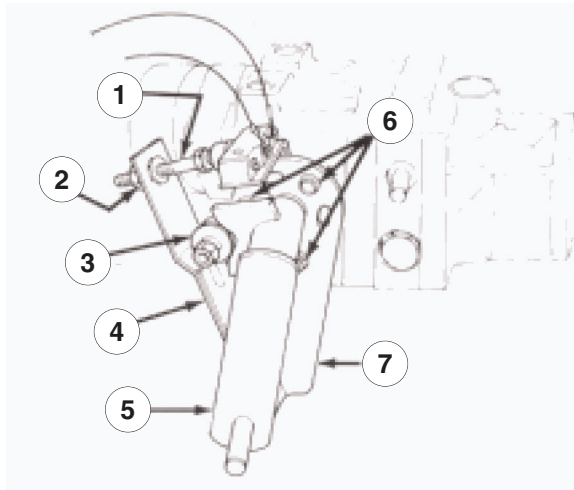

Figure 37
1. Garez la machine sur une surface plane et horizontale, et arrêtez le moteur. Serrez le frein de stationnement, basculez le siège en avant et actionnez le levier de la pompe (Fig. 37) pour vérifier si l'ensemble est correctement positionné et fonctionne librement. Corrigez les défauts éventuels.
6. Comme la toue tourne, la plaque de la pompe doit être réglée. Placez la manette d'accélérateur en position de ralenti auparavant. Si la roue tourne vers l'avant, desserrez les vis et tapez légèrement le bas de la plaque de la pompe dans le sens anti-horaire (Fig. 37). Tapez la plaque dans le sens horaire si la roue tourne en arrière
(Fig. 37). Lorsque la roue s'arrête de tourner, serrez les vis qui fixent la plaque de la pompe contre le côté de la transmission. Vérifiez le réglage avec la commande d'accélérateur en position de ralenti, puis de régime maximum.
- Le roulement à billes est mal fixé ou usé (Fig. 37).
- Ressorts à lames affaiblis ou endommagés (Fig. 37). Remplacez.
2. Actionnez le levier de la pompe (Fig. 37) pour vérifier que toutes les pièces fonctionnent librement et sont bien positionnées.
3. Desserrez l'écrou de blocage. Tournez la vis de réglage du contacteur (Fig. 37) autant que nécessaire pour créer un espace entre la tête de la vis et le bouton du contacteur.